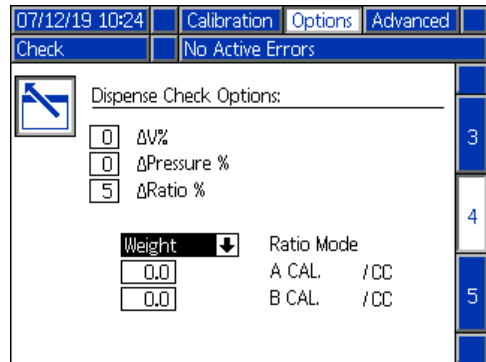

图 32: 分配检查选项
11. 确保在“比例增量”字段输入了非零百分比，并选择了“比例模式”（建议使用权重）。参见图 32。